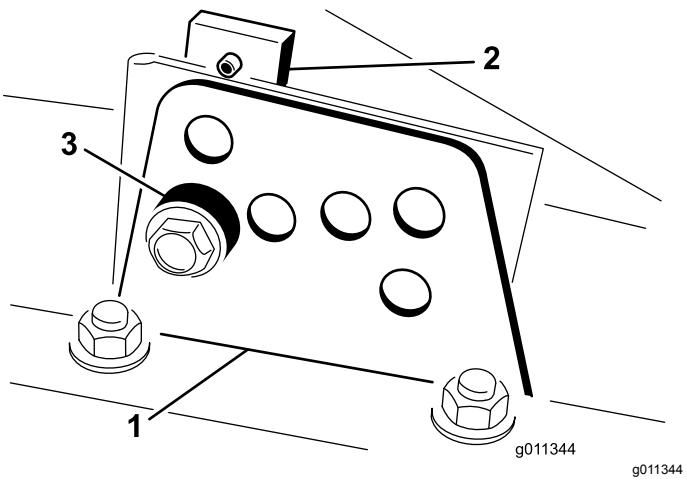

Figura 16
2. Desaperte o parafuso que prende o suporte da altura de corte à placa da altura de corte (frente e de cada lado), conforme se mostra na Figura 16.
4. Enquanto estiver suportar a câmara, retire o espaçoador (**Figura 16**).